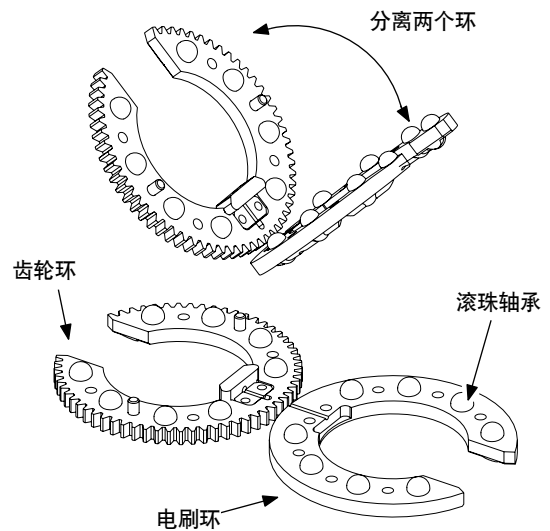

图 40 从电刷环上拆下齿轮环
3. 把齿轮环与电刷环完全分离, 如图 40 所示。把两个环平放在工作台上。